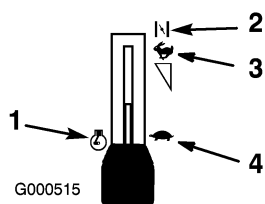

Figura 9
6. Cuando el motor arranque, mueva el acelerador a la posición Rápido (Figura 9). Si el motor se cala o funciona irregularmente, vuelva a colocar el acelerador en Estárter durante unos segundos. Luego mueva el acelerador a la posición deseada. Repita este procedimiento tantas veces como sea necesario.
1. Ponga el acelerador en Lento (Figura 9).